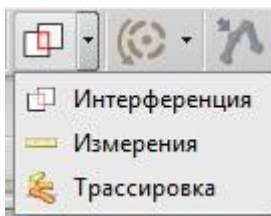
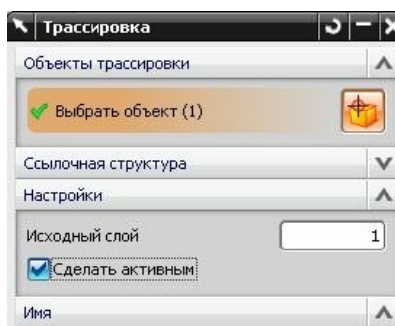

рис.52
рис.53
- Для этого вам понадобится средство **Трассировка** (рис.52). Диалоговое окно этой команды представлено на рис.53.
- И обязательно в диалоговом окне рис.53 нужно включить переключатель *Сделать активным*.